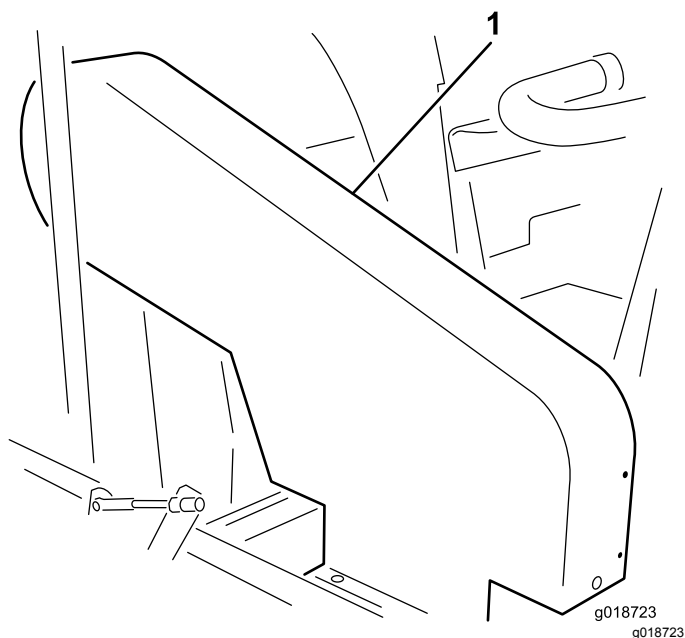

Figura 19
Nota: Non è necessario rimuovere il paracinghia superiore (Figura 19) per controllare la tensione della cinghia. Se togliete il paracinghia, togliete i 4 bulloni, le rondelle e i dadi che fissano la protezione al telaio. Non usate la macchina se le protezioni non sono montate.
Controllate la tensione premendo la cinghia al centro tra la puleggia della girante e della frizione con una forza compresa tra 18 e 22 N. La cinghia deve flettersi di 1,3 cm. Se la flessione non è corretta, fate riferimento a Regolazione della cinghia di azionamento della girante \(pagina 27\). Se la flessione è corretta, proseguite ad utilizzare normalmente la macchina (Figura 19).
Controllate la tensione premendo la cinghia al centro tra la puleggia dell'albero ausiliario e della frizione con una forza compresa tra 18 e 22 N. La cinghia deve flettersi di 6 mm. Se la flessione non è corretta, fate riferimento a Regolazione della cinghia dell'albero ausiliario \(pagina 27\). Se la flessione è corretta, proseguite ad utilizzare normalmente la macchina (Figura 19).
1. Rimuovete i 4 bulloni, le rondelle e i dadi che fissano la protezione superiore al telaio (Figura 19).